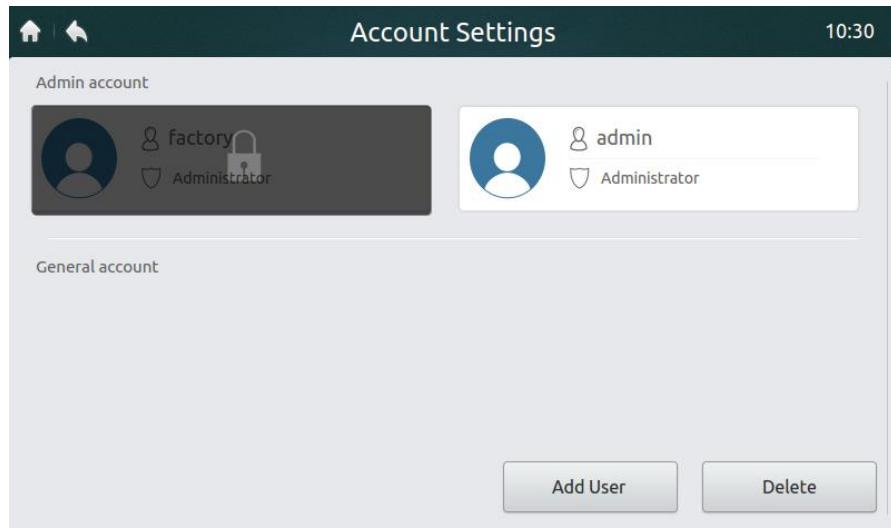

Рисунок 47 Домашняя страница настройки учетных записей
2. Нажмите «Настройки учетной записи», как показано на рисунке 41, чтобы войти в интерфейс, как показано на рис. 47.